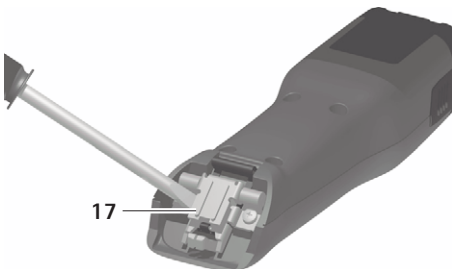

Fig. 1
- Con la bisagra de cabezal cerrada: abrir la bisagra de cabezal 17 con un destornillador, ver Fig. 1.